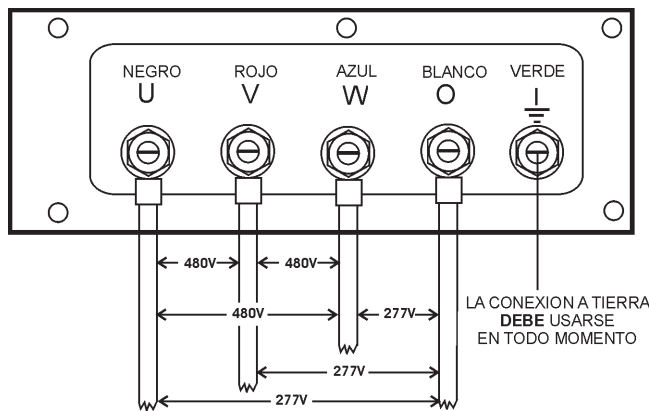

Figura 28. Contactos de las UVWO conexiones 480/277V fase tres
2. Conecte los alambres de carga a los **contactos de las terminales de salida** como se muestra en la Figura 28